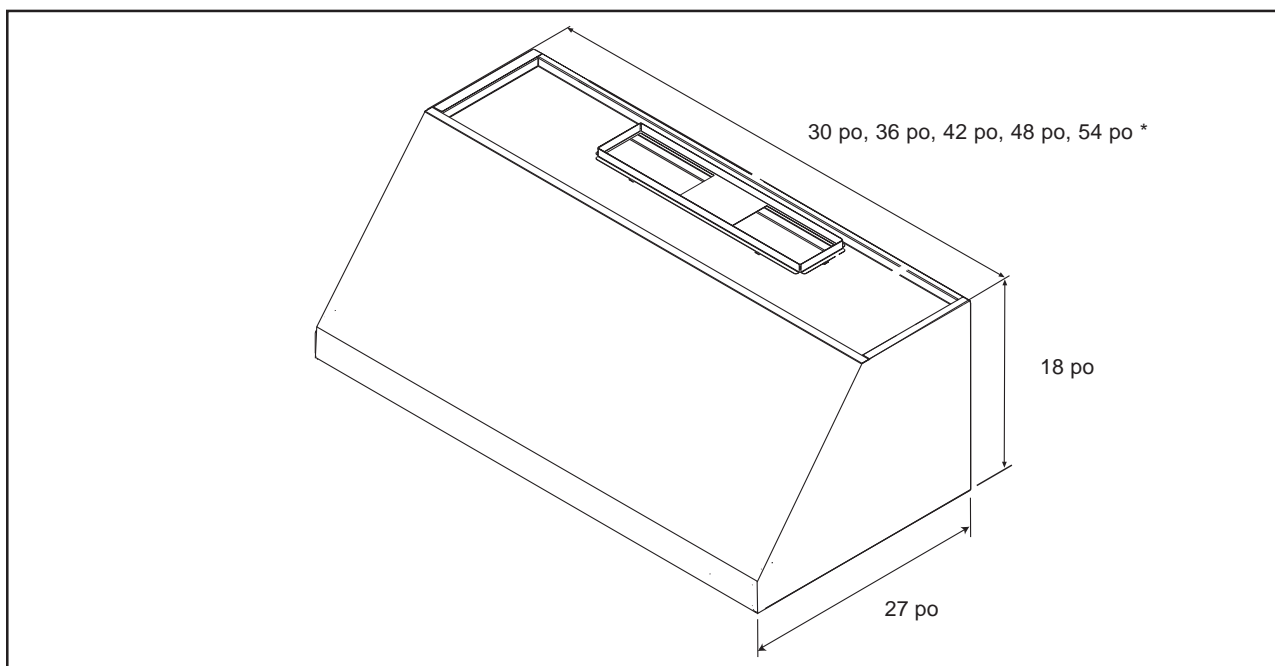

Figure 1b : Dimensions hors tout
2. Attacher la transition à la hotte à l'aide de deux (2) vis à métal n° 8 x 3/8 po (comprises avec la hotte).
**Voir figure 1b pour les dimensions hors tout de la hotte.**